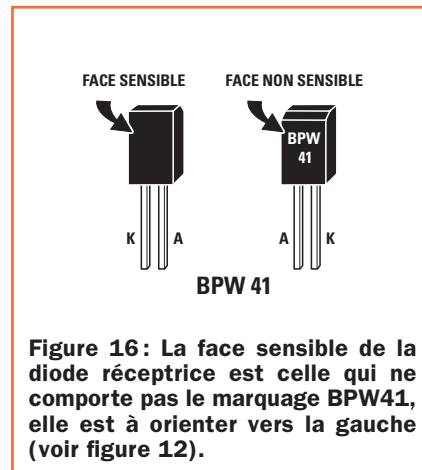

Figure 16 : La face sensible de la diode réceptrice est celle qui ne comporte pas le marquage BPW41, elle est à orienter vers la gauche (voir figure 12).
**Figure 6 :** Brochages des deux circuits intégrés LM358 et 4093 vus de dessus, du transistor BC547 vu de dessous, de la diode réceptrice BPW41 vue de 3/4 côté et de la LED vue en contre plongée (voir figure 16).
Là aussi, quand vous êtes en possession du circuit imprimé double face à trous métallisés EN1569 (dessins, à l'échelle 1, des deux faces figure 12b-1 et 2), montez tous les composants comme le montre la figure 12a et vous ne devriez pas rencontrer beaucoup plus de difficultés pour construire le récepteur : attention surtout à l'orientation de DRX1 dont la face sensible (celle qui n'est pas marquée BPW41, comme le montre la figure 16) doit "regarder" vers l'extérieur de la platine puis du boîtier. Attention aussi à la polarité du 12 V sur le bornier à trois pôles : le + arrive près de C12. Placez d'abord J1 en AB pour les essais d'alignement, puis en BC pour un fonctionnement normal.